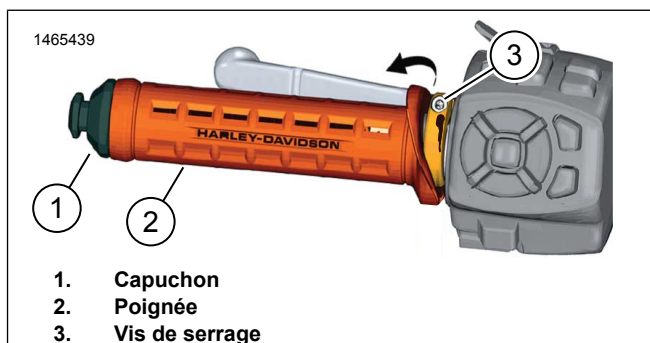

Figure 2. Poignée côté gauche (typique)
1. Voir la Figure 2. Retirez le capuchon (1).
2. Retirez la poignée (2).
- a. Desserrez le vis de serrage (3).
1. Voir la Figure 2. Installez la poignée.
- a. Placez la poignée (2) en position.
- b. Serrez la vis de bride (3).